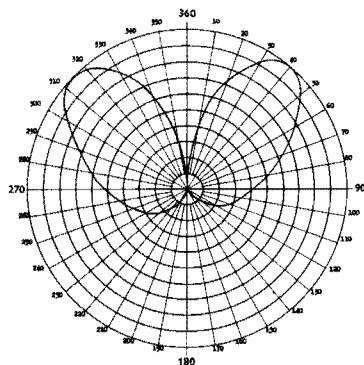

Bild 9. Pejldiagram vid 125 Mp/s
- Bild 9. Pejldiagram vid 125 Mp/s